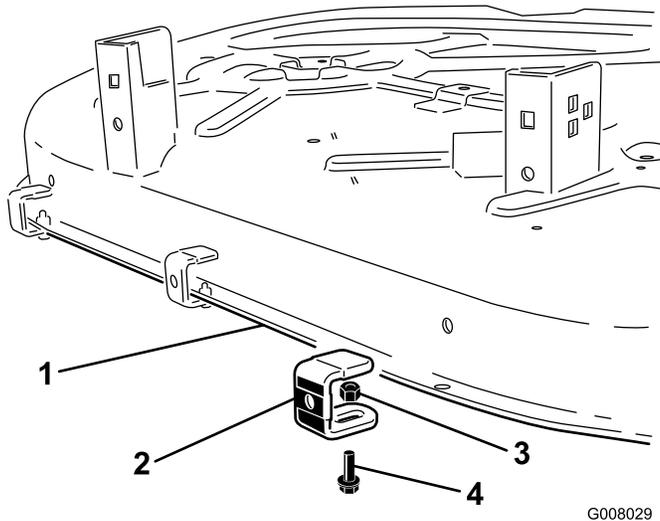

Figure 2
- Montez le support dans les trous indiqués à la Figure 2 au moyen des trois boulons (1/4 x 3/4 po) et des trois contre-écrous (1/4 pouce). Maintenez fermement le capuchon en caoutchouc du support contre l'arrière du plateau et serrez. Utilisez les trous extérieurs sur l'une ou l'autre extrémité de l'arrière du plateau.